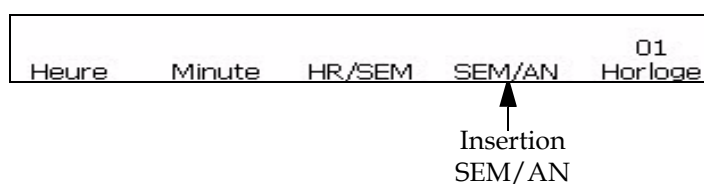

Figure 5-36: Fenêtre <01 Horloge>
- 1 Commencer dans la Fenêtre <01 Horloge> (01 Editer > 02 Editer - Insertions > 01 Insertion - Horloge > 01 Horloge). Voir Figure 5-36.